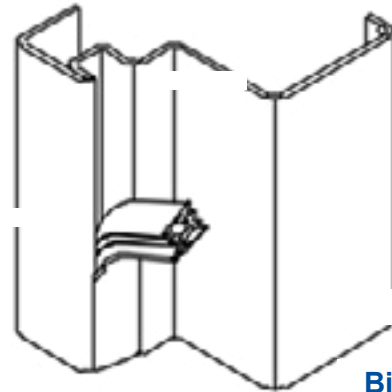

Bild 1.1
- 4.9. Dichtungsprofil (Tür 3-seitig) (Wandklappe 4-seitig) in Zargennut einlegen (nicht unter starkem Zug) (Bild 1.1). Eingriff von Falle und Riegel überprüfen. Ggf. Schließöffnung in der Zarge nachfeilen.